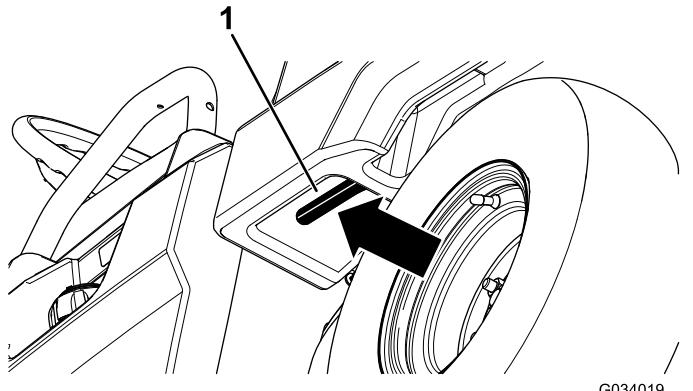

Figure 13
- Tirez vers vous le levier du côté intérieur gauche du plateau de chargement et levez le plateau (Figure 13).
- Levez légèrement le plateau en soulevant le levier de verrouillage (Figure 13).